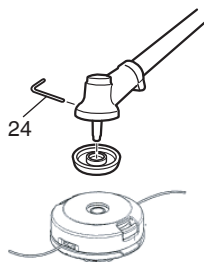

Fig. 11
3. Instalación (Fig. 11)
- Inserte la llave Allen (24) en el orificio de la caja de engranajes/caja de corte para bloquear el tubo del eje de distribución. Instale el cabezal de corte en la caja de engranajes/caja de corte del montaguadañas/la desbrozadora. La tuerca de montaje se enrosca hacia la izquierda. Gire en el sentido de las agujas del reloj para aflojar y en el sentido contrario a las agujas del reloj para apretar.